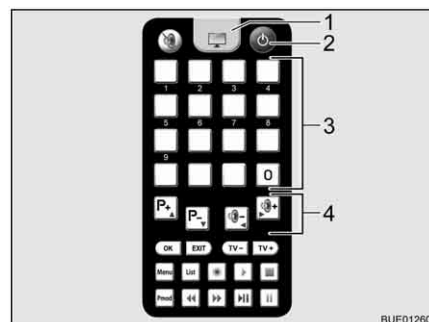

Fig. 26 Telecomando
- Premere il tasto "⏻" (Fig. 26,2) sul telecomando.
- Regolare l'emittente desiderata con i tasti memoria (Fig. 26,3) o i tasti funzione (Fig. 26,4).